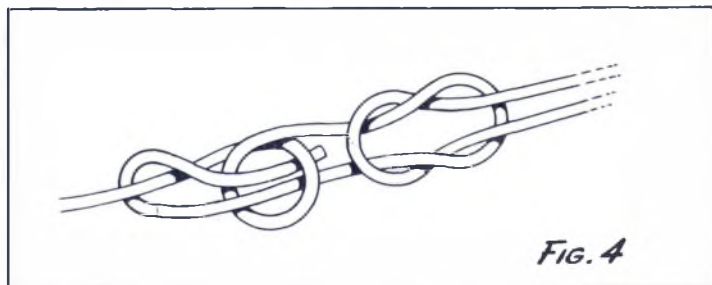

FIG. 4
dando così luogo a perdite assai inferiori a quelle che interverrebbero se l'antenna e la induttanza fossero due organi separati, il segnale da rivelare e successivamente da amplificare viene prelevato da una delle spire intermedie della antenna stessa, invece che da uno dei suoi estremi: in questa maniera, si raggiunge alla perfezione la condizione richiesta da tutti i transistor fatti funzionare quali amplificatori del tipo ad emettitore comune, ossia quella che la loro entrata sia adattata su di una impedenza di valore relativamente basso, dai 600 ai 1000 ohm. Se infatti il segnale fosse prelevato da uno degli estremi dell'avvolgimento, l'impedenza presentata dal circuito sarebbe assai dissimile da quella richiesta dal transistor per funzionare con il massimo guadagno. Il transistor usato è il 2N107, della General Electric, sebbene, con potenza di uscita alquanto inferiore, anche il transistor della Raytheon CK 722 potrebbe essere usato. Lo schema elettrico da adottare è quello che figura nel circuito A n. 3; nel caso però che qualcuno dei lettori voglia usare con l'apparecchio in questione un auricolare a cuffia piezoelettrica, come sono quelli per apparecchi acustici, di minime dimensioni, lo schema che dovrà essere adottato è quello di fig. 3B. In fig. 4 sono illustrati i dettagli costruttivi relativi alla cassetta dell'apparecchio: la si può realizzare in masonite dura, come è stato fatto nel prototipo, oppure in compensato; fare ad ogni modo il minimo uso di parti metalliche, che potrebbero fungere da schermo, ostacolando la captazione delle radioonde da parte dell'antenna
La fig. 4 non ha bisogno di molte delucidazioni. Si tratta di
Fig. 4 - *Prataiolo*. — Questo fungo si presenta con tante varietà di colorazioni del cappello che forse sarebbe necessario illustrarlo in ciascuna delle varie specie, ma in fine tutte le specie di esso possono essere ricondotte a quella raffigurata. Esso è comune di estate e di autunno nei campi e nei prati, come pure in luoghi incolti ed al margine dei boschi. Cresce in gruppi di tre o quattro esemplari poco distanti uno dall'altro. Il suo cappello è pianoconvesso, del diametro di 5-15 cm., biancastro o nocciola chiaro, coperto sovente da squamette fiocose, grigie od anche marroni e brunastre.
Cominciate anche questa volta partendo da quattro fili lunghi circa 100 mm., per lo scheletro (A, di fig. 4). Prendete poi un filo della lunghezza di cm. 50 e fate con esso 10 giri intorno allo scheletro, partendo da un punto che si trovi a circa 3,5 cm. dalla estremità posteriore, e procedendo in avanti (B). Lasciate per il momento libero il filo che sinora avrete avvolto e passate a piegare nella maniera indicata nel dettaglio C due dei fili dello scheletro alla estremità anteriore della figurina: tali fini rappresenteranno le zampe anteriori.
Avvolgete il filo con cui avevate avvolto il corpo e che momentaneamente avevate lasciato libero, anche attorno a due restanti fili dello scheletro, per formare il collo, con quattro giri (dettaglio D), indi prendete i due estremi dei fili che compongono lo scheletro che sporgono alla estremità inferiore, fate fare a ciascuno di essi un giro intorno ad uno spillo, indi ponetene nuovamente le estremità in direzione verso la parte anteriore della figurina: avrete così realizzato le orecchie dell'animale, come indicato nel dettaglio B di fig. 4 (se vi interessasse realizzare un animale a ventate orecchie grandi, potrete modellare altrimenti, in maniera da dar loro dimensioni e forma voluta; soltanto, nel caso che le orecchie dovessero essere piuttosto grandi, dovrete tenere con-
to di questo particolare all'inizio, quando preparerete i quattro fili per lo scheletro della figurina; che dovrete quindi prevedere più lunghi). Ultimata la modellatura delle orecchie, riprendete ad avvolgere col filo con cui avevate avvolti il corpo e successivamente il collo della figurina; avvolgete con esso altri tre giri, per modellare il muso e quindi tagliate via la parte rimanente, sia di questo filo che del filo dello scheletro, dettaglio F, fig. 4.